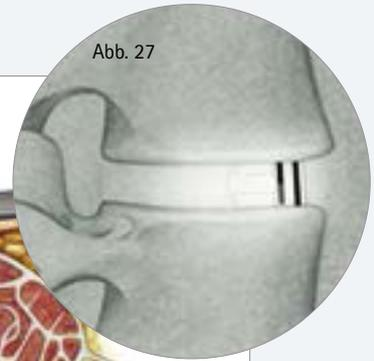

Abb. 27
- Bei lateraler Sicht sollten die beiden lateralen Röntgenmarker, wie in Abb. 27 dargestellt, als eine Linie zu sehen sein.